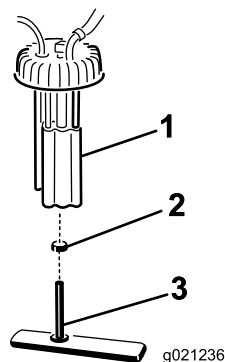

Bild 55
2. Ziehen Sie die Kabelbaumanschlüsse von der Kraftstoffpumpe ab (Bild 55).
3. Entfernen Sie die Kraftstoffpumpe und den Kraftstofffilter vom Tank (Bild 55).
befestigt ist. Schließen Sie den Schlauch vom Anschlussstück ab (Bild 55).